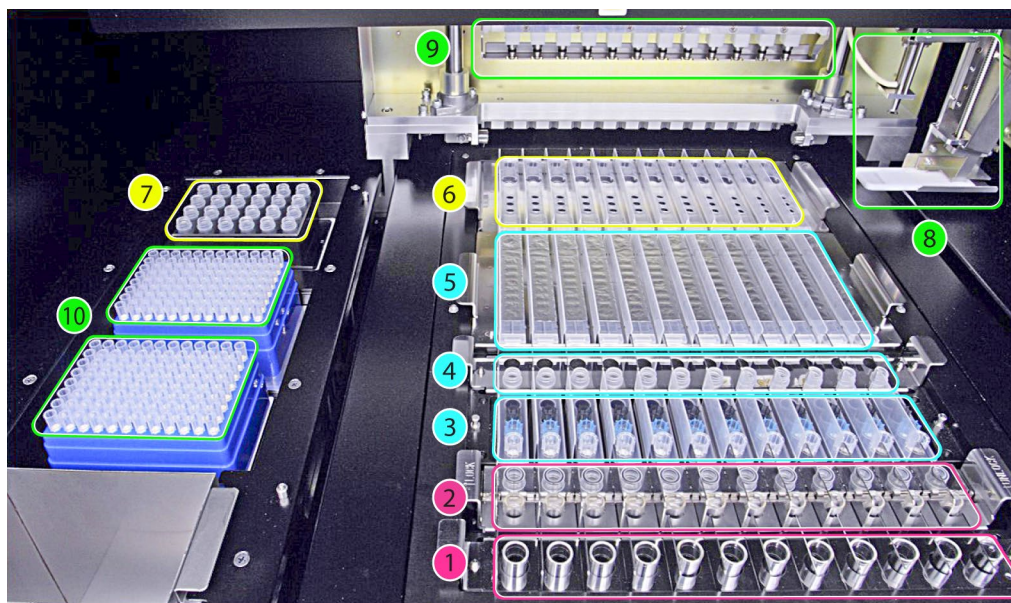

Figura 1: area di caricamento di «**ELITe InGenius**».
Visione d'insieme dello strumento «**ELITe InGenius**» (Figura 1).
La Figura 1 mostra la posizione del rack dei tubi primari campioni (1), la posizione del rack Sonication/extraction tube + cap (2), la posizione del rack puntali (3), la posizione del rack Elution tube (Extra Tube) (4), la posizione del rack della cartuccia di estrazione (5) e la posizione del rack della cartuccia PCR (6), la posizione del blocco reagenti PCR e Controllo Interno (Inventory Manager) (7), i due sistemi di dispensazione del campione e dei reagenti (8, a canale singolo, 9, a canali multipli), le posizioni dei puntali (10) e il contenitore per rifiuti in basso a sinistra.
7. Confermare che i reagenti siano sufficienti per il numero di test selezionati e che siano collocati correttamente nella posizione 7 Inventory Manager (cfr. Pagina 13, Figura 1), come indicato sullo schermo, premere il pulsante "Next" (Successivo).
8. Caricare un numero sufficiente di puntali nella posizione 10 (cfr. Pagina 13, Figura 1).
10. Caricare le cassette PCR nella posizione 6 (cfr. Pagina 13, Figura 1).
12. Caricare le Extraction Cartridge nella posizione 5 (cfr. Pagina 13, Figura 1). Verificare visivamente le cartucce di estrazione per accertarsi che le particelle magnetiche (beads) si risospendano correttamente; se non si risospendono immediatamente, agitare vigorosamente oppure effettuare una breve miscelazione con vortex (vedere "Risoluzione dei problemi").
14. Caricare la quantità richiesta dei tubi di eluzione (Extra Tube) nella posizione 4 (cfr. Pagina 13, Figura 1).
16. Caricare la quantità richiesta di puntali nella posizione 3 (cfr. Pagina 13, Figura 1).
18. Caricare la quantità richiesta di extraction Tube nella posizione 2 (cfr. Pagina 13, Figura 1).
20. Quando "Primary Tube" (Tubo Primario) è stato selezionato come posizione del campione nella schermata "Perform Run" (Esegui Sessione), caricare i tubi primari indicati nella posizione 1 (cfr. Pagina 13, Figura 1).